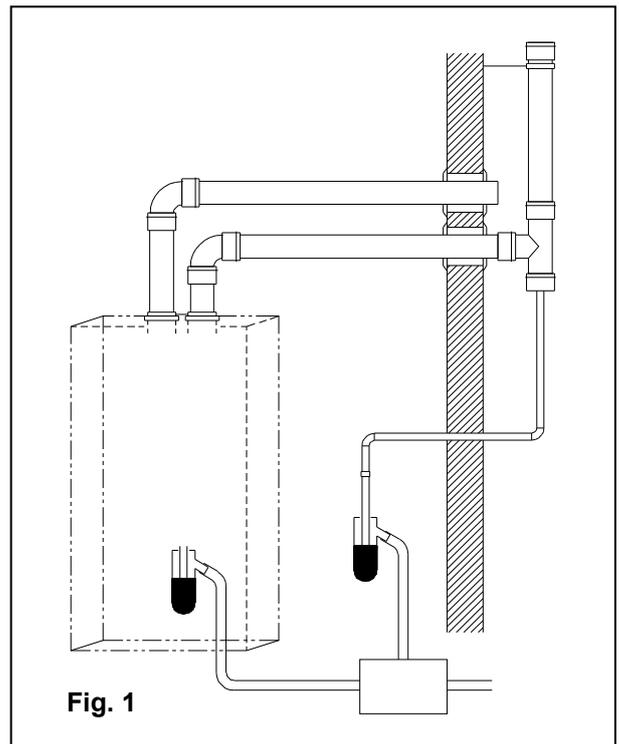

Fig. 1
- nel caso di installazione di condotto fumi verticale, un sifone raccogli condensa alla base del condotto collegato alla rete fognaria dell'abitazione (fig. 1);